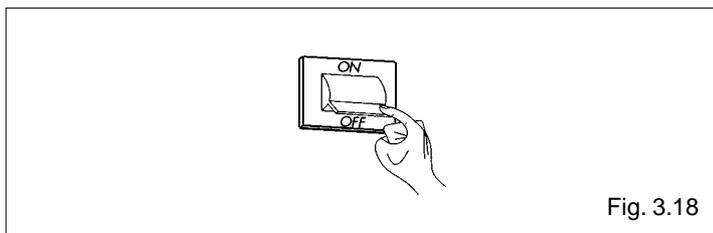

Fig. 3.18
- Antes de empezar el vaciado de la caldera hay que quitar la alimentación eléctrica de la caldera poniendo el interruptor general de la instalación y el interruptor del panel de mandos en "apagado" (fig. 3.18);